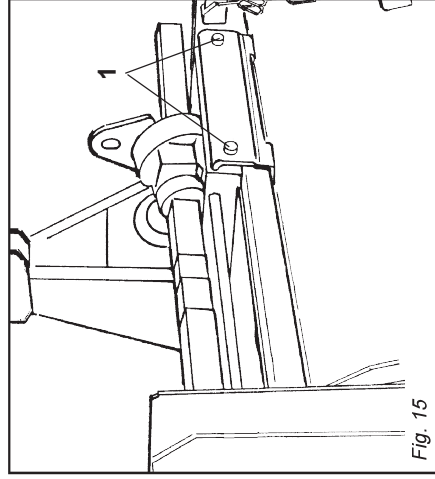

Fig. 15
- 2- Allentare le viti (1 Fig. 15) che fissano la staffa e lasciarle libere.
- 2- Dieschrauben (1 Abb. 15) welche die Bügel festhalten, losschrauben und sie frei lassen.
- 2- Desserer les vis (1 Fig. 15) de fixation de bride pour les libérer.
- 2- Aflojar los tornillos (1 Fig. 15) que fijan los estribo y dejarlos libres.